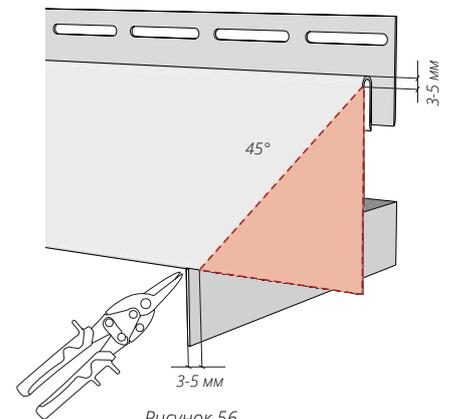
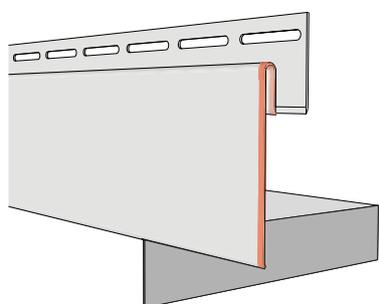
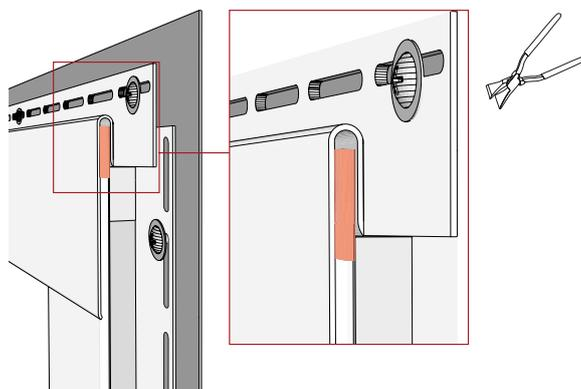

Рисунок 56
Рисунок 65
Рисунок 68
15.11 Если соединение околооконных планок нужно выполнить под углом 45 градусов, верхнюю околооконную планку с обеих сторон нужно подрезать согласно (рис. 56).
- 15.15** После монтажа околооконные и финишные планки должны оставаться подвижными, независимо друг от друга. На рис. 65, 66, 67 показаны части, которые необходимо точно подогнать. На рис. 68 показана верхняя часть боковой околооконной планки, которую можно поджать, используя клещи прямые, чтобы в месте примыкания был более легкий ход. При резе верхней околооконной планки под углом 45° (рис. 56) использовать поджим не нужно.